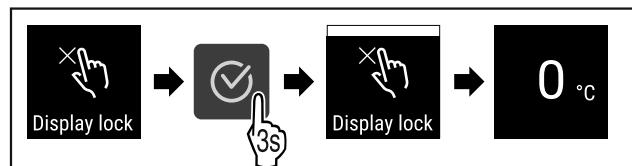

Fig. 77
- Kryeni hapat e veprimit (shihni Fig. 77).